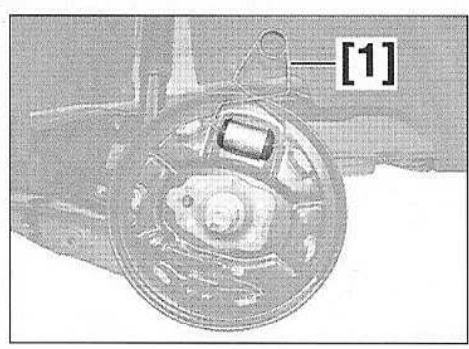

FIG.15
- Mettre en place la pince [1] sur le cylindre de roue (Fig.15).